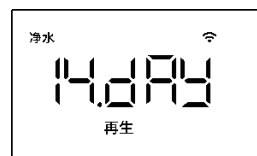

图15
- 1.在待机状态下，按“模式”键，进入净水距下次清洗剩余天数界面，如图15(图示表示距下次清洗还剩14天，dAy 表示天)；